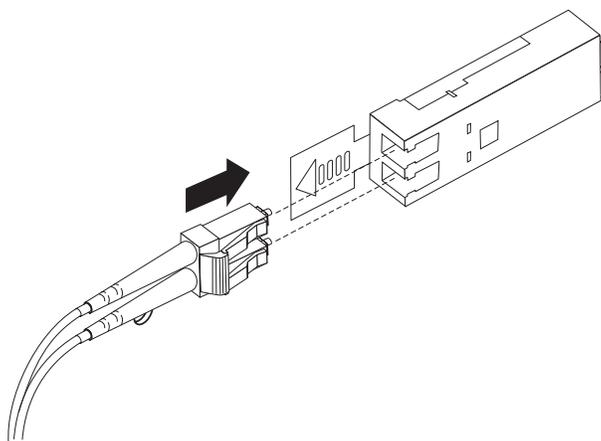

Figura 22. Inserindo um Cabo Fibre Channel LC-LC em um Módulo SFP
4. Insira com cuidado essa extremidade do cabo LC-LC em um módulo SFP instalado no EXP5000. O conector do cabo é bloqueado com uma chave para garantir que seja inserido corretamente no módulo SFP. Segurando o conector, empurre o cabo até que ele se encaixe na posição, conforme mostrado na Figura 22.